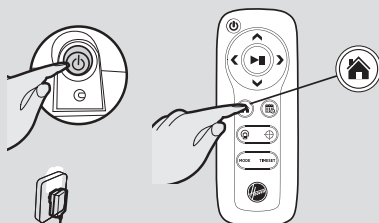

Fig. 4
Slå på støvsugerroboten med på/av-knappen på bunnen (I). **[Fig. 4]** Sett den ned foran ladestasjonen.